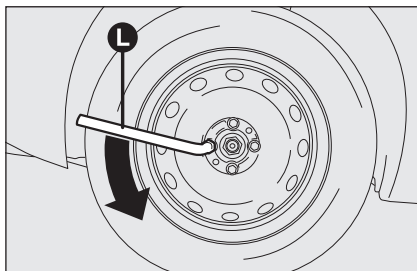

fig. 5
- ❑ desserrer d'un tour environ les boulons de fixation, en utilisant la clé fournie **L-fig. 5**; pour les voitures équipées de jantes en alliage, secouer la voiture pour faciliter le détachement de la jante du moyeu de la roue;